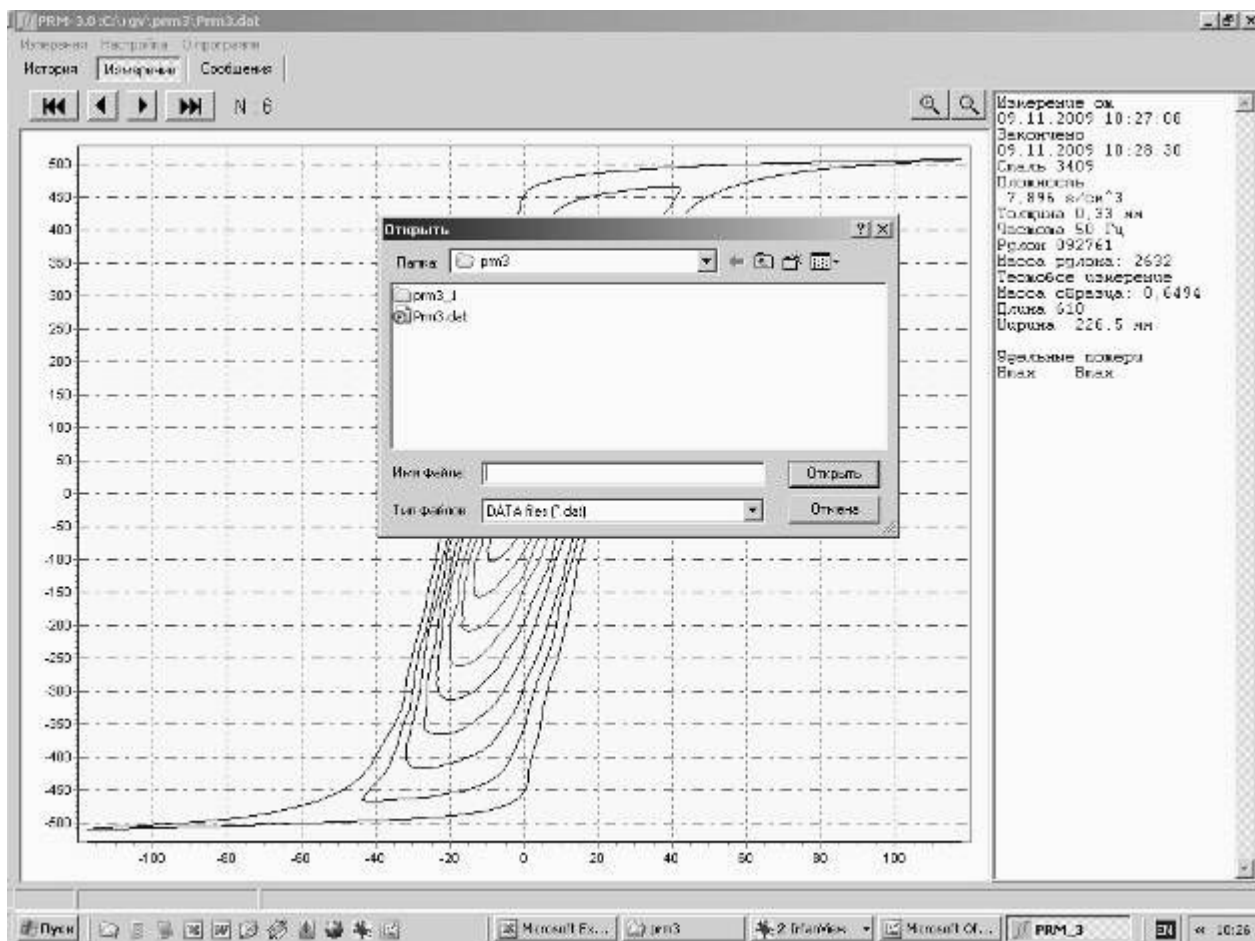

Рис.8 Окно "Измерения\Открыть файл"
2.3.2.21 Кнопка "Открыть файл" открывает окно, в котором можно выбрать файл данных, сохраненный ранее на жестком диске компьютера (Рис.8).